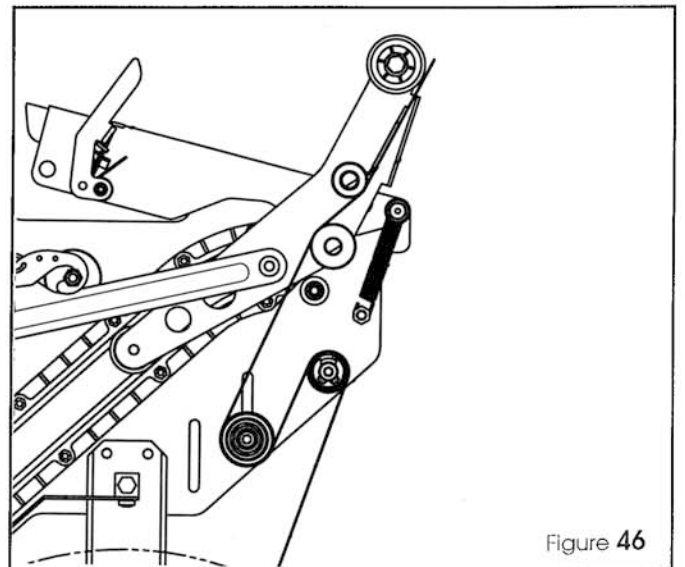

Figure 46
- Utiliser un outil à fileter comme indiqué sur la Figure 46.
- Remettre la tête d'enrubannage inférieure dans la machine (Figure 46).
- Gebruik de doorsteeknaald volgens het in Figure 46 getoonde schema.